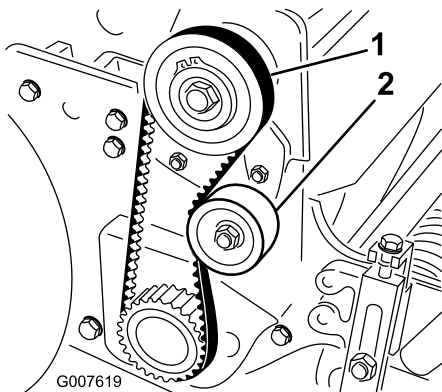

Bild 42
2. Prüfen Sie die Spannung. Bringen Sie hierfür eine Kraft von 18-22 N in der Mitte des Riemen zwischen den Riemenscheiben (Bild 42) an. Der Riemen muss sich 6 mm durchbiegen lassen.
- A. Lösen Sie die Befestigungsmutter der Spannscheibe und drehen Sie die Spannscheibe nach rechts gegen die Rückseite des Riemen, bis Sie die gewünschte Riemen Spannung erzielt haben (Bild 42).